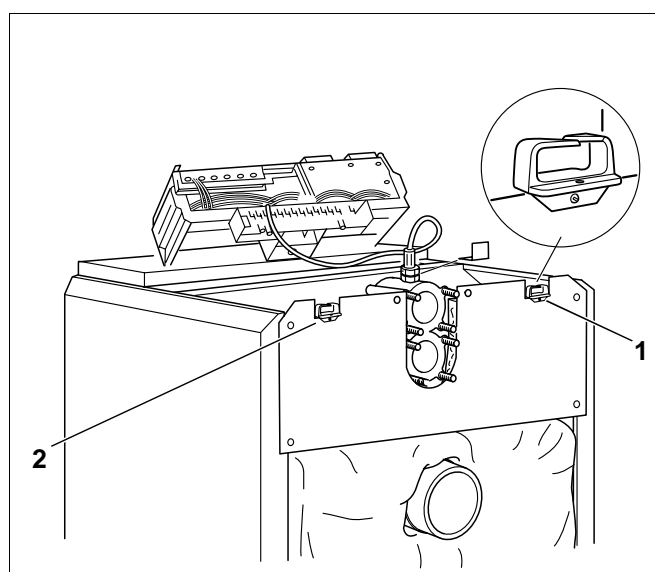

Fig. 46 Eltilslutning
- Skru kabelgennemføringen (Fig. 46, **pos. 1 og 2**) fast på bagkappen i højre eller venstre side.